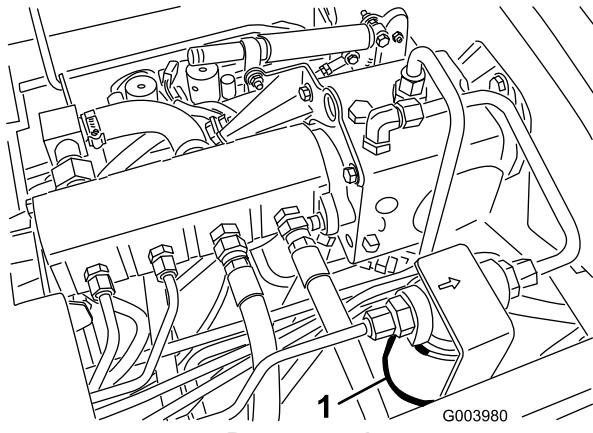
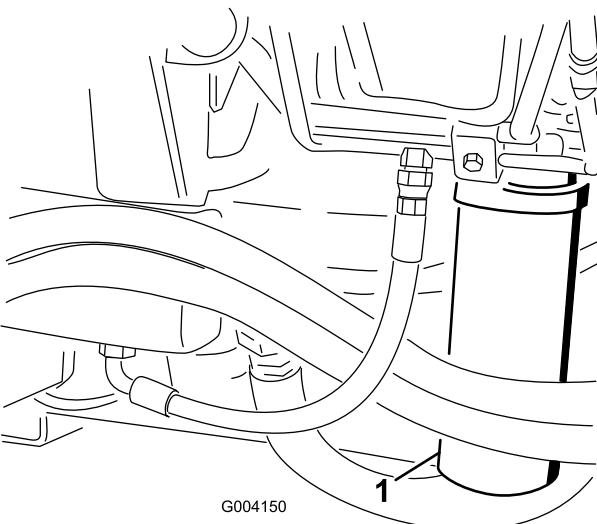

Рисунок 71
Рисунок 72
- Очистите область вокруг места крепления фильтра и установите сливной поддон под фильтр (Рисунок 71 и Рисунок 72).